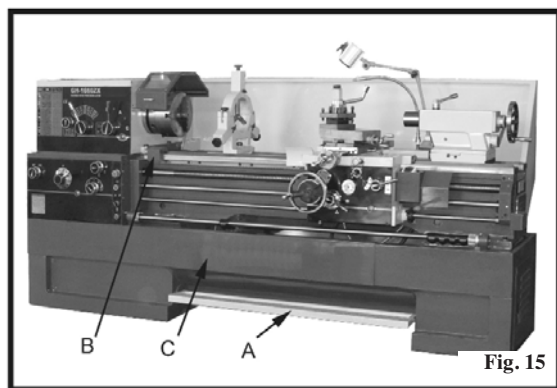

Fig. 15
20. **Fotbroms:** (A, fig. 15) De rörliga delarna sitter i arbetsbänken. Bromsanordningen sitter i spindeldockans drivskiva. Trampa ned pedalen för att stanna svarven. (Observera: Svarven får fortfarande ström.)
21. **Mikrobroms:** (B, fig. 15) Kan användas vid manuell matning. Med hjälp av skalan kan bromsen finjusteras. Mikrobromsen kan flyttas på arbetsbänken genom att de två sexkantsskruvarna under bromsen lossas.
22. **Kåpa:** (C, fig. 15) Den kan enkelt tas loss vid rengöring av stativet.